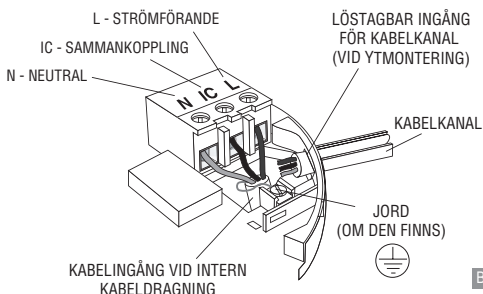

Bild 5
4. Om nätspänningskablarna är inbyggda, dra kablarna genom öppningen i monteringsplattan som visas i bild 5.
- (a) placera monteringsplattan så att kabelkanalen hamnar så som visas i bild 5.